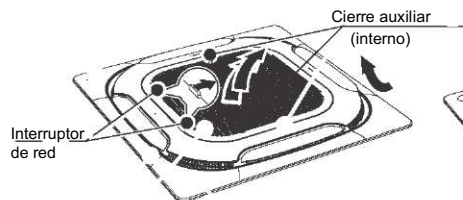

Fig. 5-11
- Deslice los dos interruptores de la rejilla hacia el centro al mismo tiempo y luego tire de ellos hacia arriba (consulte la fig. 5-11).